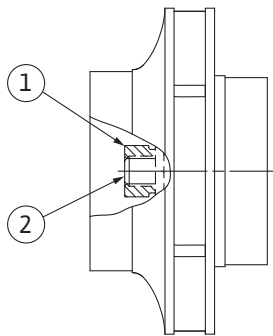

Fig. 106: Pareizs darba rata uzgriežņa stāvoklis pēc montāžas
8. Pieturiet vārpstu ar uzgriežņu atslēgu (22 mm izmērs) un pievelciet darba rata uzgriezni ar noteikumos paredzēto pievilkšanas griezes momentu (skatīt tabulu „Pievilkšanas griezes momentī“ [► 29]). Uzgriežnim (Fig. 106, 1. poz.) jābūt aptuveni vienā līmenī ar vārpstas galu $\pm 0,5$ mm (Fig. 106, 2. poz.). Ja tas tā nav, atskrūvējiet uzgriezni un atkārtojiet 4.–8. rīcības soli.